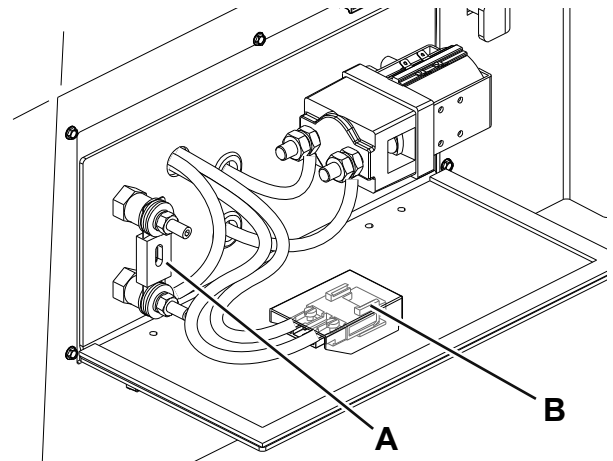

Abbildung 9
3. Zündschlüssel (57) in Stellung „O“ drehen und abziehen.
4. Abdeckung der Sicherungsbox (23) öffnen.
- (A, Abb. 9): Streifensicherung F0 (250 A), Elektromotor Hauptpumpe
- (B): Messersicherung F10 (30 A) (B), Hilfsstromkreise